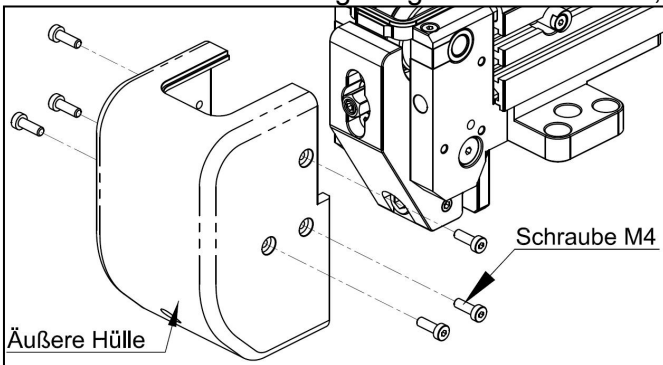

Abb. 9-4
(4) Entfernen Sie die äußere Hülle, indem Sie die sechs M4-Schrauben auf beiden Seiten abnehmen, wie in **Abb. 9-4** dargestellt.